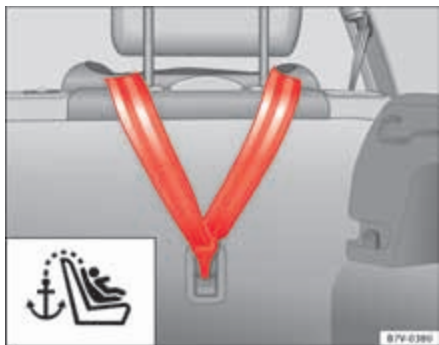

Abb. 28 Eingehängter oberer Befestigungsgurt im Gepäckraum.
- Oberen Befestigungsgurt an der Rückseite der Rücksitzlehne in die entsprechende Halteöse (für TOP TETHER) der Rücksitzlehne einhaken ⇒ Abb. 28.